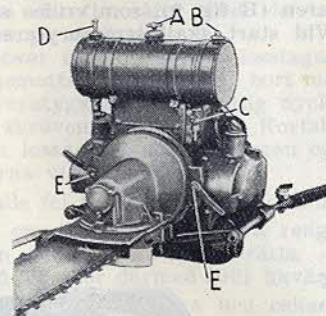
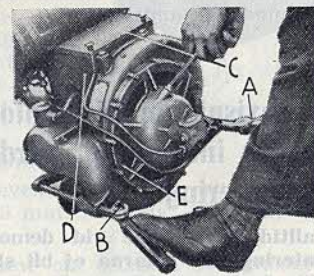
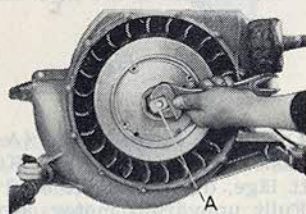
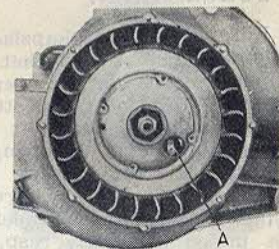

Fig. 8
Fig. 9
Fig. 10
Fig. 11
1) Öppna luftskruvarna (A och B fig. 8) å tanken så långt det går. Öppna bränslekranen (C fig. 8). Kontrollera, att strömbrytaren (B fig. 9) står i rätt läge, dvs. parallellt med bärhandtaget.
2) Ställ gasreglaget (A fig. 9) vid märket "S".
3) Pumpa in bränsle i vevhuset genom att hastigt trycka ned kolven (D fig. 8) så långt det går. Vänta några sekunder mellan varje pumptag.
4) Sätt vänster fot mot vänster bärhandtag, fatta med händerna i handtaget på startanordningen (fig. 9) och drag med ett ryck igång motorn. Startanordningen rullar upp sig själv, så snart handtaget släppes.
1) Öppna luftkranarna (A och B fig. 8) å tanken så långt det går. Öppna bränslekranen (C fig. 8). Kontrollera, att strömbrytaren (B fig. 9) står i rätt läge, dvs. parallellt med bärhandtaget.
- 2) Ställ gasreglaget (A fig. 9) vid märket "S".
- 3) Pumpa in bränsle i vevhuset genom att hastigt trycka ned kolven (D fig. 8) så långt det går. Vänta några sekunder mellan varje pumpslag.
- 4) Sätt vänster fot mot vänster bärhandtag, fatta med händerna i handtaget på startanordningen (fig. 9) och drag med ett ryck igång motorn. Startanordningen rullar upp sig själv efteråt.
Startar motorn icke trots upprepade försök, inpumpas ytterligare startbränsle. Går det ej heller nu, bör motorn luftas. Stäng därvid bränslekranen (C fig. 8) och öppna gasreglaget för fullt samt drag några gånger i startanordningen. Öppna därefter bränslekranen, återför gasreglaget till startmärket och pumpa in nytt startbränsle. Starta på nytt. Skulle motorn trots detta ej gå igång, undersök om bränsle rinner fram till förgasaren samt om gnista erhålles från magneten. Hur förgasaren resp. tändningen skall undersökas beskrives under rubrikerna "Förgasare" resp. "Magnetapparat".
MOTORN STANNAS genom strömbrytaren (B fig. 9), som vrides så, att den står vinkelrätt mot bärhandtaget. Vid start skall strömbrytaren stå parallellt med bärhandtaget.
SVANGHJULET borttages med hjälp av dragmuttern nr 10438 (A fig. 10). Skruva först bort låsmuttern och skruva sedan in dragmuttern med hjälp av en skiftnyckel. Sedan hjulet losstags, förankras polerna i magneten för att undvika magnetismens försvagning. Glöm ej kilen vid återmontering.
Magnetapparaten har fast inställning och behöver sålunda ej regleras. Skulle kontakterna behöva justeras, skall först locket (E fig. 9) bortskruvas och sedan regelfästet. Genom hålet (A fig. 11) äro kontakterna åtkomliga. Vrid fram svänghjulet så, att hålet kommer mitt för kontakterna och justera dessa med härför avsedd nyckel nr 4105. Stoppmuttern (C fig. 12) lossas först och sedan justeras inställningen genom att skruven (B fig. 12) vrides. Avståndet mellan kontakterna skall vara 0,4 mm eller så, att den å nyckeln sittande bladklingen kan föras in mellan kontaktpetsarna utan glappning. Efter justeringen åtdrag stoppmuttern (C fig. 12), varvid skruven (B fig. 12) fasthålls! Skruva därefter åter fast de borttagna delarna på sina platser!
Förgasaren är inkapslad och blir åtkomlig genom att locket (C fig. 9) öppnas efter det mutterskruvarna lossas. Förgasaren har ett fast tomgångsmunstycke och ett justerbart huvudmunstycke. Justering är nödvändig, dels för körning med olika bränslen och dels på grund av de olika väderleksförhållanden, som råda under sommar-, resp. vintertid. Justerskruven blir åtkomlig genom att lufthuvu (A fig. 10) borttages, och justeringen kan verkställas genom att man lossar säkringsmuttern och medelst nyckel nr 13755 vrider skruven till olika lägen. För normalbränslen skall skruven under sommartid vara öppen ca 1 varv och under vintertid ca $1\frac{1}{8}$ varv. För ersättningsbränslen är motsvarande: Sommartid ca $1\frac{1}{8}$ varv, vintertid ca $1\frac{1}{4}$ varv eller något mera. Säkra alltid justerskruven efter varje ny inställning! Inställningen får finjusteras, om det vid sågning visar sig, att motorn behöver mer eller mindre bränsle, än munstycket i det nya läget medger. Dock behöver inställningen normalt ej ändras mer än för sommartid resp. vintertid.
Behöver slamuppsamlaren (B fig. 10) rengöras, måste sidoplåten (D fig. 9) först borttagas, varefter slamuppsamlaren kan bortskrivas.
Växelhuset är vridbart och fastklämmas med två muttrar (E fig. 8). Vid fällning står skenan i horisontalläge (fig. 1) och vid kapning i vertikalläge (fig. 2). Efter varje vridning måste muttrarna (E fig. 8) fastdragas. Tilldragningen sker med den å varje mutter anbringade nyckeln. Nycklarna äro förställbara, så att tillräcklig dragkraft erhålles. Genom att säkringsringen lossas kan nyckeln flyttas å sexkanten. Växelhuset lossas från motorn genom att nycklarna på de muttrar, som fastklämma huset först borttagas. Därefter bortskrivas muttrarna (E fig. 8), och växelhuset borttages.